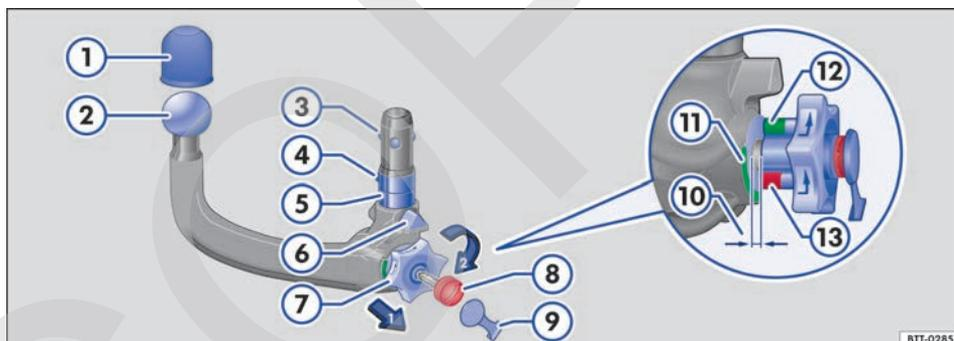

Fig. 149 Cuadro general: enganche de bola desmontable.
Legenda de la fig. 149:
- Compruebe si el alojamiento, la ruedecilla → fig. 149 ⑦, el vástago ⑤ y las bolas de bloqueo ③ del enganche de bola están limpios y en buen estado → ①. En caso necesario, límpielos.
- Agarre el enganche de bola → fig. 149 ② con la mano izquierda.
- Retire la tapa → fig. 149 ⑨ de la cerradura e introduzca la llave ⑧ en la cerradura.
- Con la mano derecha tire de la ruedecilla → fig. 149 ⑦ hacia fuera, en el sentido de la flecha 1, y manténgala en esta posición → ▲.
- Gire la ruedecilla → fig. 149 ⑦ en el sentido de la flecha 2 hasta que encastre. El enganche de bola queda pretensado. La marca roja ⑬ de la ruedecilla deberá apuntar hacia la marca verde ⑪ del enganche de bola. La ruedecilla queda claramente separada del enganche a una distancia de aprox. 4 mm ⑩.
- Compruebe si todas las bolas de bloqueo → fig. 149 ③ se pueden introducir completamente en el vástago ⑤ del enganche de bola.
- Introduzca el enganche de bola pretensado → fig. 149 ② en el tubo de alojamiento, desde abajo.
- Presione el enganche con fuerza hacia arriba hasta que encastre. Las dos guías de centrado → fig. 149 ⑥ tienen que encajar en los alojamientos del vehículo.
- La ruedecilla → fig. 149 ⑦ ha vuelto a su posición original y ya no queda espacio entre la ruedecilla y el enganche.
- Gire la llave → fig. 149 ⑧ dentro de la ruedecilla en el sentido contrario al de las agujas del reloj y extráigala.
- Ya no deberá ser posible girar ni sacar la ruedecilla → fig. 149 ⑦.
- Coloque la tapa → fig. 149 ⑨ en la cerradura y guarde la llave con las herramientas de a bordo.
- La marca verde → fig. 149 ⑫ de la ruedecilla debe apuntar hacia la marca verde ⑪ del enganche de bola.
- La ruedecilla → fig. 149 ⑦ debe estar pegada al enganche, no deberá quedar ningún espacio entre ambos.
- Mueva de un lado a otro el enganche → fig. 149 ② o tire de él con fuerza hacia abajo: deberá estar firmemente encajado en el alojamiento → ▲.
- Si la bola → fig. 149 ② presenta en algún punto un diámetro inferior a 49 mm, no utilice el dispositivo de remolque en ningún caso.
- Retire la tapa → fig. 149 ⑨ de la cerradura de la ruedecilla.
- Introduzca la llave → fig. 149 ⑧ en la cerradura y gírela en el sentido de las agujas del reloj.
- Sujete con fuerza el enganche de bola → fig. 149 ② con la mano izquierda → ⚠️.
- Con la mano derecha tire de la ruedecilla → fig. 149 ⑦ hacia fuera, en el sentido de la flecha 1, y manténgala en esta posición.
- Gire la ruedecilla → fig. 149 ⑦ en el sentido de la flecha 2 hasta que encastre.
- Sujete la ruedecilla → fig. 149 ⑦ en esta posición y retire el enganche de bola de su alojamiento hacia abajo. El enganche de bola queda pretensado.
- Suelte la ruedecilla → fig. 149 ⑦ y guarde el enganche de bola pretensado junto a las herramientas de a bordo de forma segura.